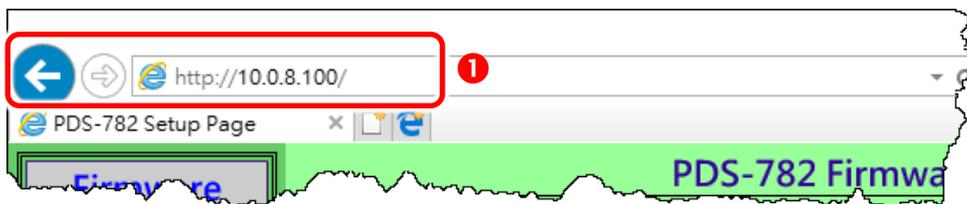

图 6-1-1
1. 打开网页浏览器，在地址字段输入 PDS 模块的 IP 地址，然后按键盘上的“Enter”，连接到 PDS 的网页服务器。(参考至图 6.1-1)